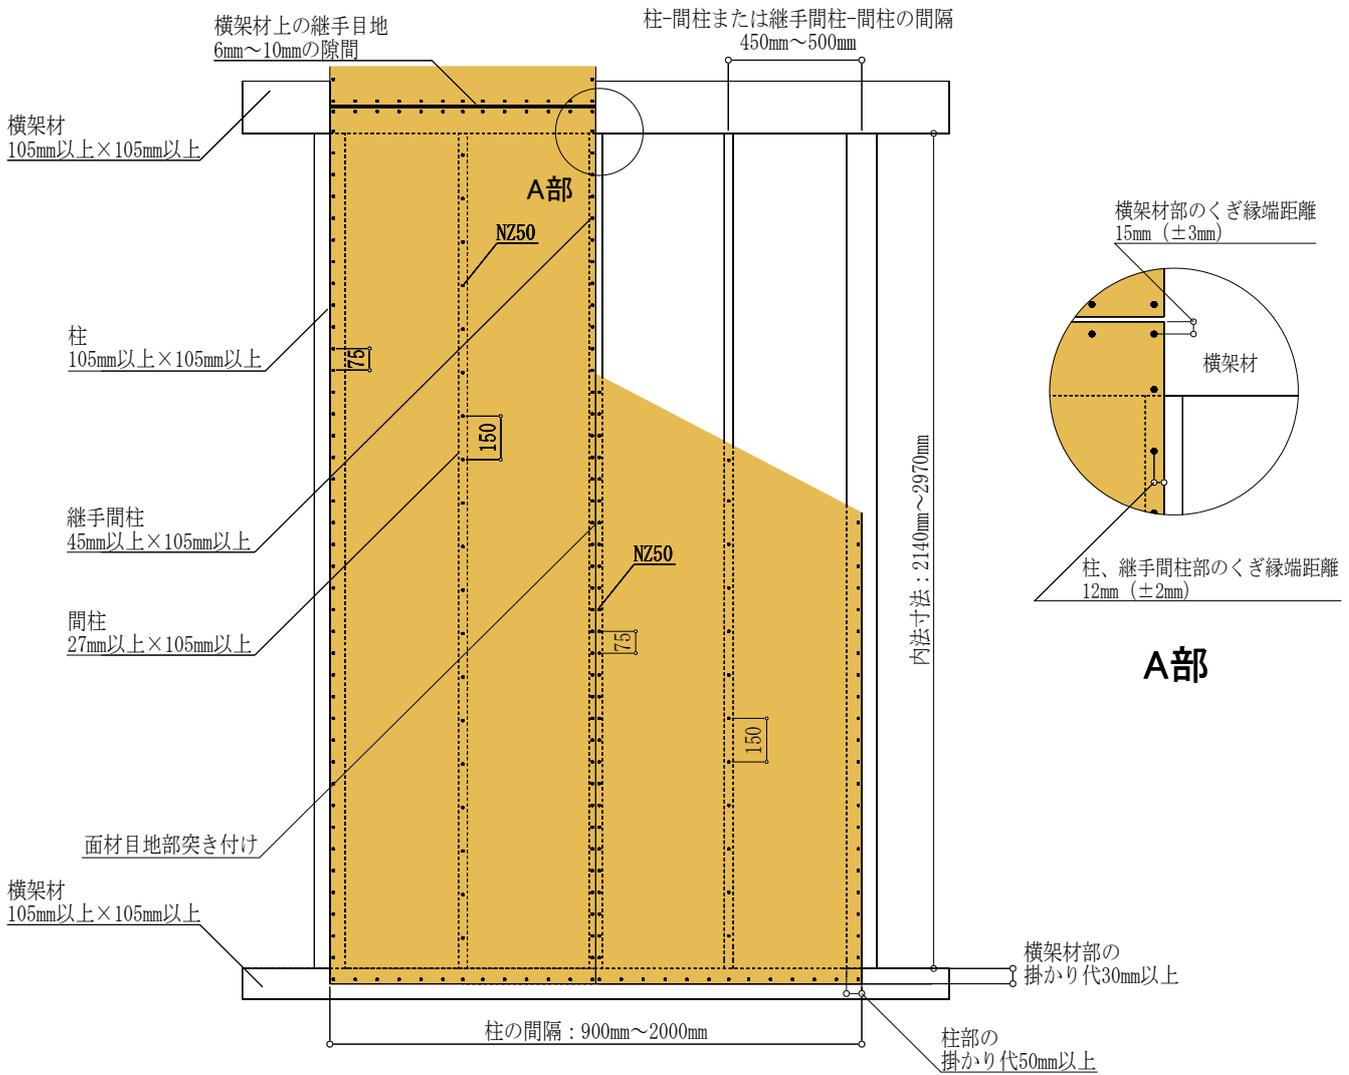

図6 標準仕様 (FRM-0534-1 : 2.3 倍) 施工概略図 (2P の場合)
施工においては、図6および注意事項に記載の内容を遵守してください。
- ・タイガーEX ボードは、原則1枚張りとします。縦継ぎ張りについては、P25「⑧縦継ぎ張りについて」をご確認ください。
- ・図6は2Pの施工例となっておりますが、1Pの場合も耐力壁とできます。